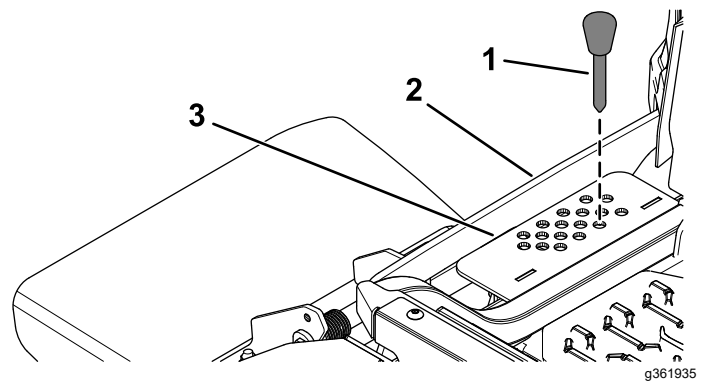

**Figura 31**
1. Apăsai în sus pe comutatorul pentru ridicarea punii (Figura 31).